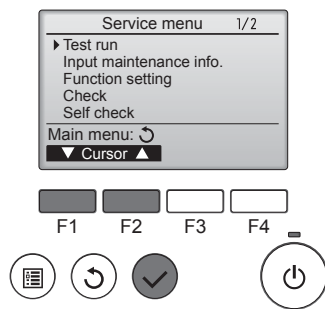

Fig. 7-4
- 3 Выберите режим “Test run” (Тестовый прогон) кнопкой  или , затем нажмите кнопку . (Fig. 7-4)